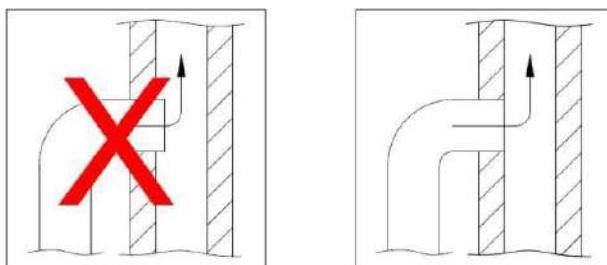

Figura 4
5. Ao ligar a estufa à chaminé, insira o tubo de exaustão na chaminé e prenda-o à abertura dentro da chaminé. O tubo de fumo não deve passar pela abertura da própria chaminé e deve estar nivelado com o interior do tubo da chaminé. Conforme mostrado na Figura 4, a ligação entre a alvenaria e o tubo de fumo deve ser vedada usando materiais ignífugos.